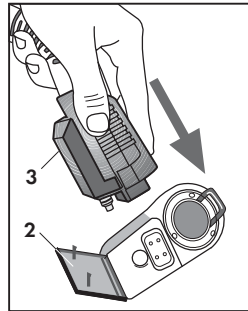

Abb. 20
BÜGELEISEN (Abb. 20 - 21 - 22)
Dazu den Stecker (3) des Bügeleisens in die Steckbuchse für das Zubehör (2) (Abb. 20) anstelle des Schlauchs laut Anweisungen auf Seite 9 (Abb. 10) „Arbeitsschlauch anschließen (saugen/sprühen)“ stecken.